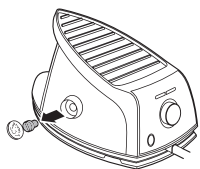

FIG.3
8. Aparafusar novamente o tampão e colocar a tampa. (Fig3 e 2)